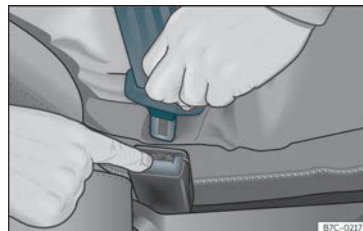

Fig. 14 Rilasciare la linguetta della chiusura della cintura.
- Premere il tasto rosso della chiusura »» **fig. 14**. La linguetta uscirà dalla chiusura.